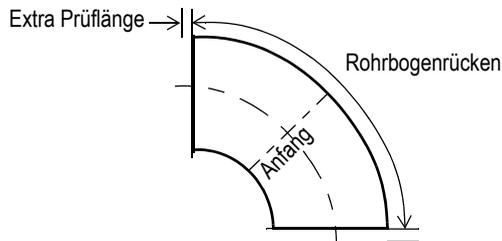

Abbildung 3-2 Rohrbogenrücken – Maximale Außenlänge
1. Messen und erfassen Sie den Rohrbogenrücken (Maximale Außenlänge auf der Oberfläche; siehe Abbildung 3-2 auf Seite 29).